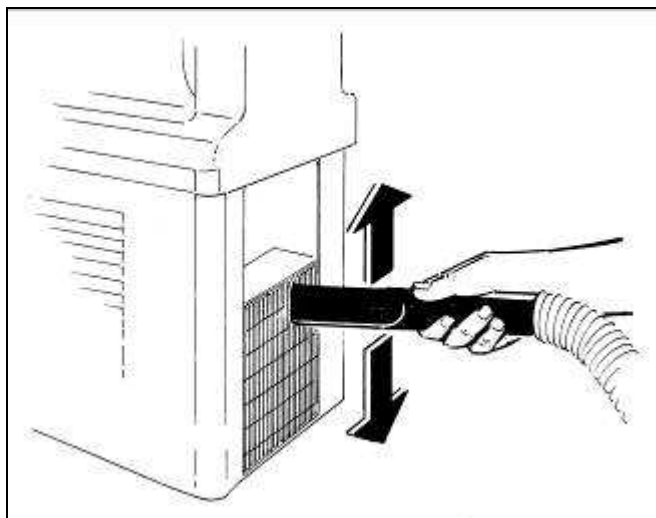

Fig. 41
- Con un aspiratore rimuovere la polvere infiltratasi tra le lamelle del condensatore (fig.41).